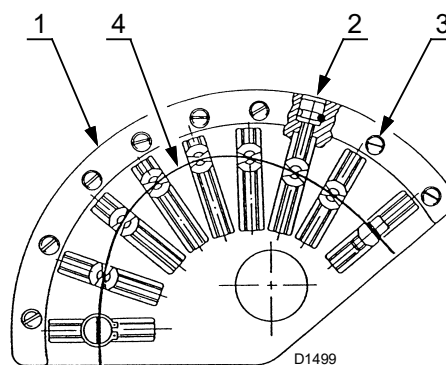

Рис. 31
поворачивайте регулировочные винты 2)(Рис. 31) после ослабления винтов 3).
Поворачивайте резьбовые регуляторы 2)(Рис. 31) после ослабления винтов 3).
Обозначения (Рис. 31)
- Отрегулируйте расход воздуха, регулируя кулачок с изменяемым профилем винтами 2)(Рис. 31).
- По достижении оптимальной регулировки не забудьте затянуть регулировочные винты кулачковых профилей винтами 3)(Рис. 31).